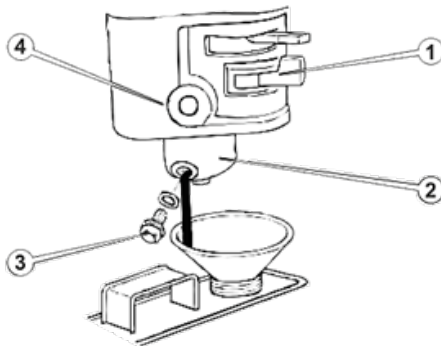

Рисунок 9. Очищення відстійника карбюратора.
6.7.Очищення відстійника палива (див. рис. 9).
Відстійник розташований у карбюраторі (4, рис. 9) та призначений для осаду можливих механічних домішок, які наявні в паливі. Для очищення відстійника закрити паливний кран (1, рис. 9), відкрутити болт зливу (3, рис. 9), злити залишки палива, зняти нижню ванну (2, рис. 9) карбюратора, промити нижню ванну та встановити її на передбачене місце. Перевірити на відсутність витоків.